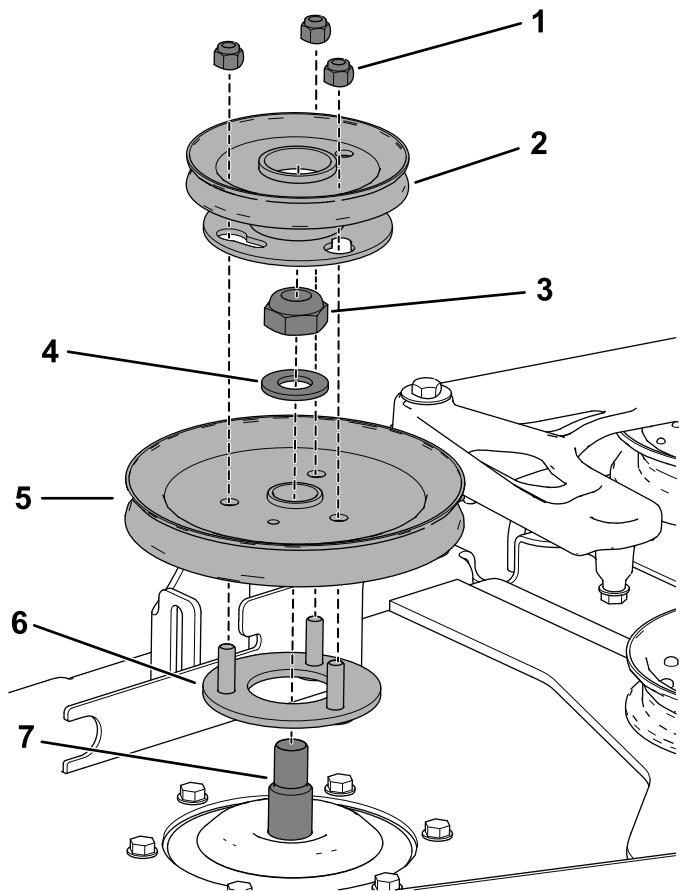

Figura 12
- Inserite le viti prigioniere filettate sul supporto della puleggia attraverso i fori presenti nella puleggia del piatto (Figura 12).
- Utilizzate il dado di bloccaggio ($\frac{3}{4}$) e la rondella messi da parte in precedenza per fissare la puleggia del piatto all'albero del mandrino (Figura 12).
- Sistemate la puleggia del soffiatore sulle viti prigioniere filettate e montate, senza serrarlo, il dado di bloccaggio (Figura 12).